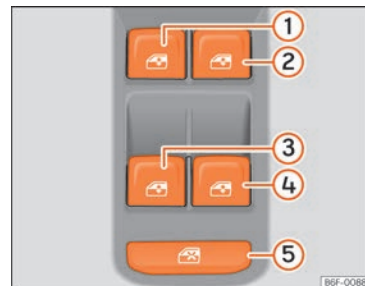

Abb. 148 Ausschnitt der Fahrertür: Tasten zum Bedienen der elektrischen Fensterheber
Die Tasten »» **Abb. 148** ①, ②, ③ und ④ haben zwei Stufen zum Öffnen und zwei zum Schließen des Fensters. Dadurch ist es einfacher, die Öffnungs- und Schließvorgänge zu kontrollieren.